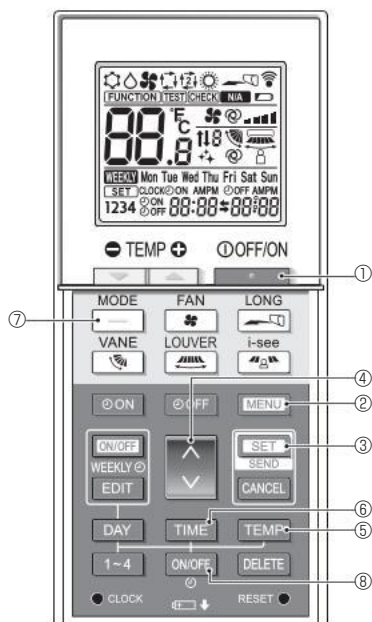

Fig. 7-9
1. Drücken Sie die **+**-Taste ①, um die Klimaanlage anzuhalten.
2. Drücken Sie die **MENU**-Taste ②.
Der Funktionseinstellungsbildschirm erscheint und die Funktion Nr. ④ blinkt. (Fig. 7-9)